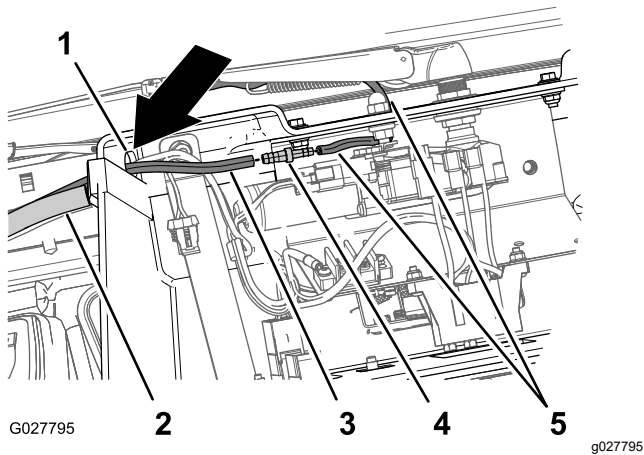

Figura 20
1. En la consola superior, pase 1 extremo de la manguera a través del orificio de la consola superior (Figura 20).
2. Introduzca el extremo pequeño del acoplamiento dentado a fondo en el extremo de la manguera del brazo del limpiaparabrisas (Figura 20).
3. Introduzca el extremo grande del acoplamiento dentado a fondo en el extremo de la manguera hasta que se asiente por completo (Figura 20).